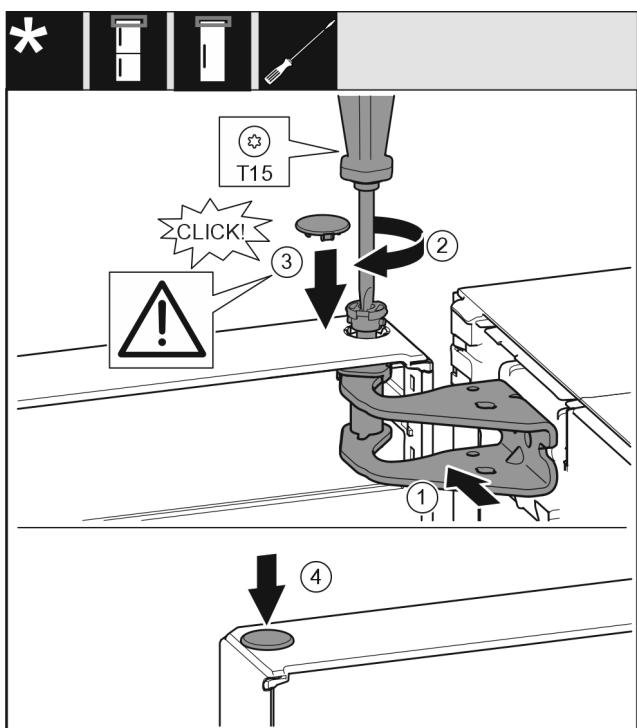

Fig. 21
- Вирівнюйте дверцята зверху по отвору в опорному кронштейні. Fig. 21 (1)
- Вставте палець та закрутіть за допомогою викрутки T15. Fig. 21 (2)
- Встановіть захисну кришку для захисту дверцят: вставте захисну кришку і проконтролюйте, щоб вона прилягала до дверцята. Якщо це не так, повністю вставте палець. Fig. 21 (3)
- Вставте пробку. Fig. 21 (4)